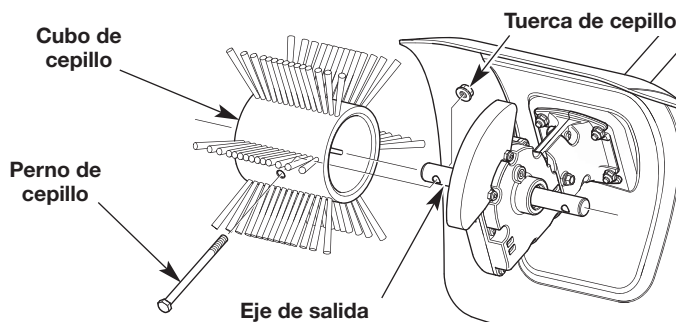

Fig. 6
4. Retire el perno y la tuerca del cepillo. Saque el cubo del cepillo deslizándolo fuera del eje de salida (Fig. 6).
2. Coloque un cubo de cepillo nuevo en un eje de salida (Fig. 6).
3. Rote el cubo para alinear el orificio del cubo de cepillo con el orificio del eje de salida (Fig. 6).
4. Inserte a través de los orificios alineados un perno de cepillo. Coloque una tuerca de cepillo en el perno del cepillo (Fig. 6).